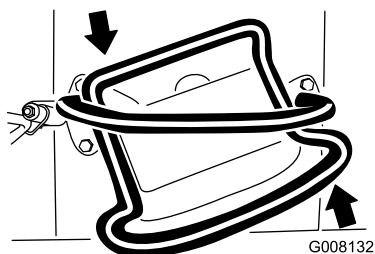

Bild 11
- Drehen Sie den Fahrtriebshebel nach links, um nach links zu fahren (Bild 11).